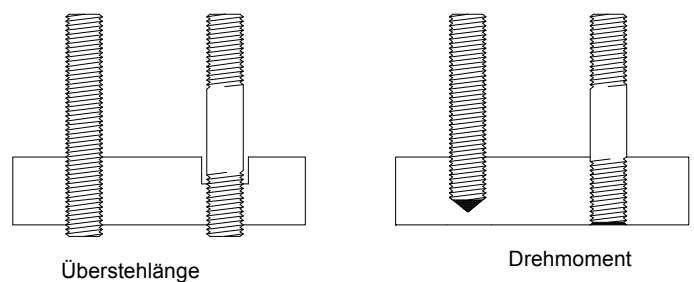

Abb. 2
2. Soll die Stiftschraube auf Überstehlänge oder Drehmoment verschraubt werden und wird dies durch die Maschine oder das Eindrehfutter bestimmt (Abb. 2).